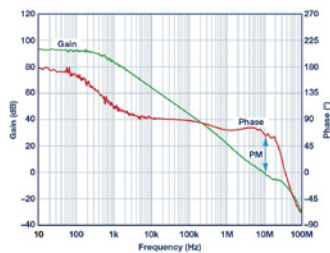
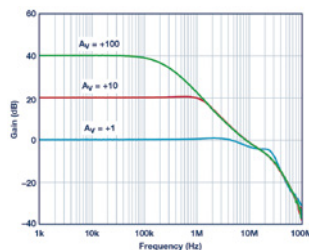

図 1. オープンループ・ゲインと位相の周波数特性
図 2. クロズドループ・ゲインの周波数特性
このアプリケーションの電圧帰還アンプの主要なオペアンプ仕様は、ゲイン帯域幅積 (GBP) と位相マージン (PM) です。広く使われている高精度オペアンプ ADA4610 のオープンループ・ゲインと位相の周波数特性を図 1 に示します。この図から、オペアンプ・ゲインは低い周波数では 30,000 (90 dB) 以上あり、ディケードあたり 20 dB でロールオフし、約 10 MHz で 1 (0 dB) に達していることが分かります。この周波数はユニティ・ゲイン・クロスオーバー周波数として知られています。オペアンプのオープンループ・ゲインのグラフを使えば、その GBP を決定して、図 2 に示すように、GBP = ゲイン × BW となるようなクロズドループ・ゲインと帯域幅を持つアンプ回路を設計することができます。例えば、クロズドループ・ゲイン ( $A_V$ ) を 100 (つまり 40 dB) から 10 (つまり 20 dB) へ 1 ディケード下げると、帯域幅が 163 kHz から 1.63 MHz へと 1 ディケード増加する点に注意してください。
同様に、図 1 に示すオペアンプの位相のグラフは、信号がオペアンプを通過する際の本質的な位相シフトに関係しています。位相マージンは、アンプ回路の帯域幅のときの位相シフトを読み取るることによって近似できます。ADA4610 の場合は約 67° で、これは安定性を確保する上で十分な位相マージンです。システム設計によってアンプ回路の位相マージンが減少して小さくなり過ぎると、出力に著しいリンギングや発振の症状すら現れることがあります。
クロズドループ・ゲインの値は次の式を使って計算できます。ここで、 $\beta$  は帰還率、 $1/\beta$  は理想クロズドループ・ゲイン (例えば図 2 の緑色のラインでは 100 V/V)、そして積  $A\beta$  はループ・ゲインと呼ばれます。
グラフから、ループ・ゲイン  $A\beta$  は、図 1 (データシートの仕様にも示されています) のオープンループ DC ゲインと、図 2 のクロズドループ・ゲインの差と見なすことができます。例えば、オペアンプの区切りの良い 100 dB のオープンループ・ゲインと、40 dB の理想クロズドループ・ゲインを使うと、ループ・ゲインの値は 60 dB (つまり 1000 V/V) となります。表 1 は、ループ・ゲインを大きくすると誤差が小さくなる (精度が上がる) ことを示しています。